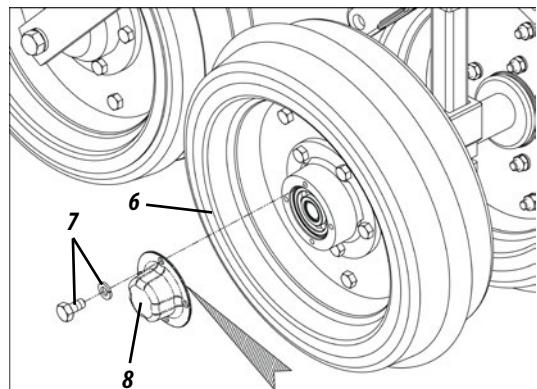

Figura 51
- 2- Nas rodas oscilantes (6) solte os parafusos e arruelas (7), retire a calota (8) e introduza graxa nova. Recoloque a calota na roda e fixe-a com os parafusos e arruelas (8), **conforme mostra a figura 51.**